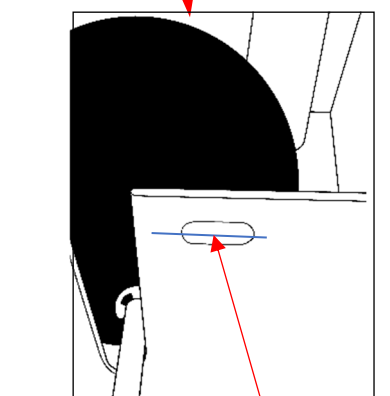

図 14.5-2
- ⑤ 給水元バルブを開き、必ず水位調整を行って下さい。
⑥ 水位マーク(図 14.5-2)の範囲内で水位が停止するようフロート部を前後に動かし調整して下さい。前方へ引出すと水位が高く、押込むと水位が低く調整できます。
⑦ 水位調整後、調整ネジはしっかり締付けて緩まないようにして下さい。
⑧ 一度水を少量排水して、停止水位の再確認を行って下さい。